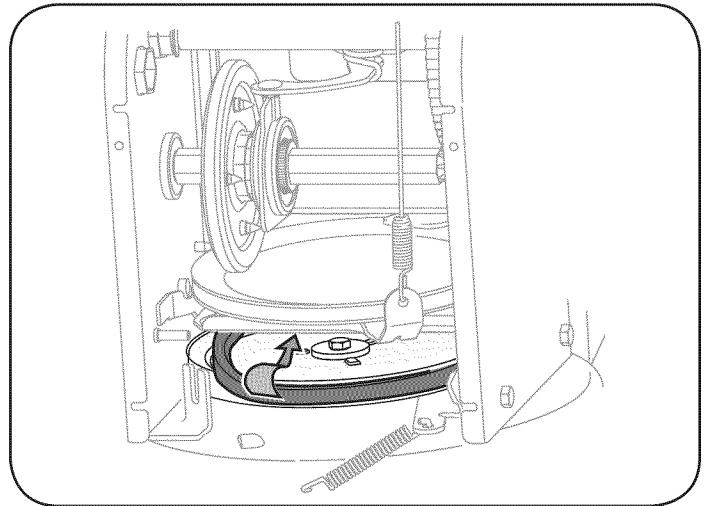

Figura 27
7. Retire la correa de alrededor de la polea de la barrena y deslice la misma entre la ménsula de soporte y la polea de la barrena. Vea la figura 27.